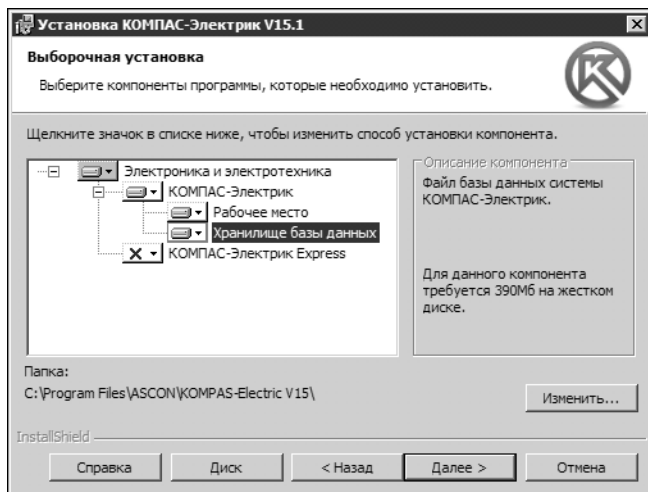

Рис. 0.2. Компонент **Хранилище базы данных**
2. В диалоге **Выборочная установка** (рис. 0.2) укажите компонент **Хранилище базы данных**, а затем нажмите кнопку **Изменить**.